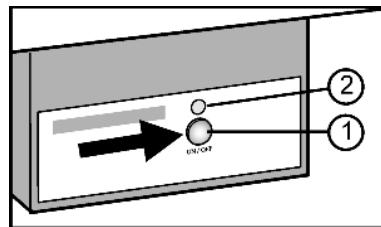

Fig. 12
- Нажмите и удерживайте кнопку On/Off *Fig. 12 (1)* так, чтобы светодиод *Fig. 12 (2)* загорелся.